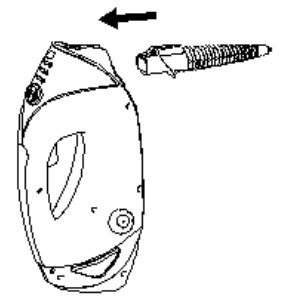

fig.12
- Bevestig eerst de directe stoomspuit op de handreiniger totdat deze vast klikt.(fig.12)